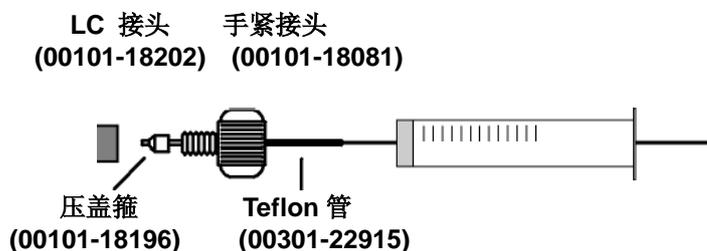

图 3-2. 注射器和注射器接头组件
4. 将 420  $\mu\text{L}$  浓度为 2  $\text{pg}/\mu\text{L}$  的利血平样品溶液装入一只洁净的、500 $\mu\text{L}$  的 Unimetrics 注射器小心地将注射器针头插入注射器接头的 Teflon 管端部。(图 3-2)